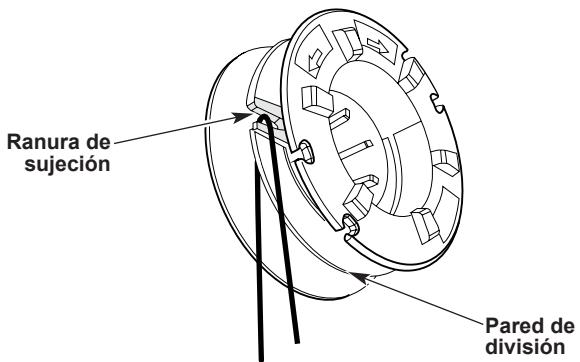

Fig. 15
4. Doble la línea a la mitad e inserte el doblez en la ranura de sujeción en la bobina (Fig. 15).